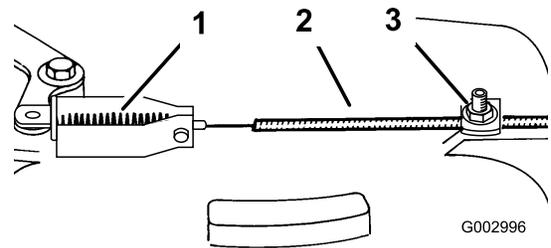

Figura 31
3. Afloje el tornillo de la abrazadera hasta que se deslice el conducto del cable del freno (Figura 31).